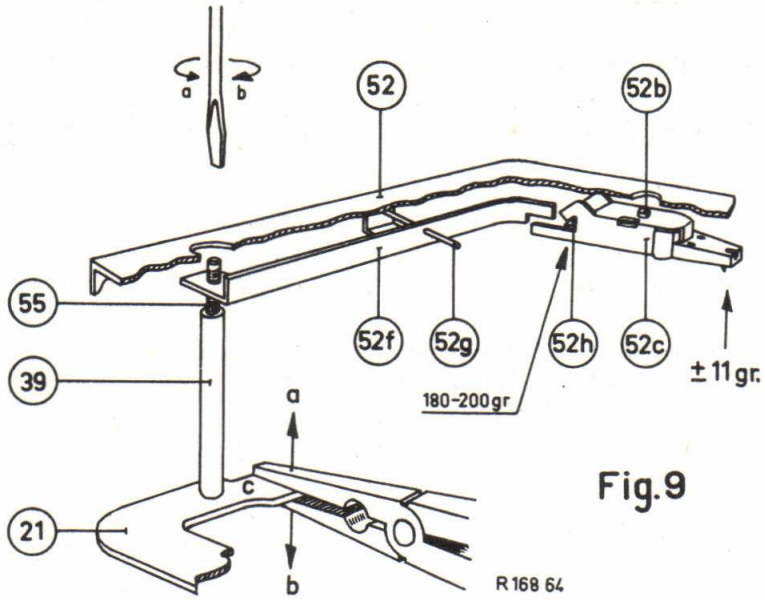

Fig.9
H. P.U. ARM POS. 52 (zie fig.9).
De stelschroef 55 mag echter niet te ver naar beneden gedraaid worden (richting b) fig.9.